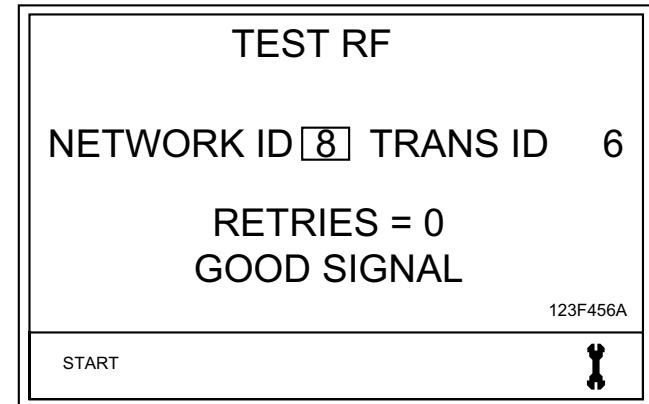

Рис. 8
*Если сигнал достаточный, на экране расходомера появится следующее сообщение (Рис. 8):*